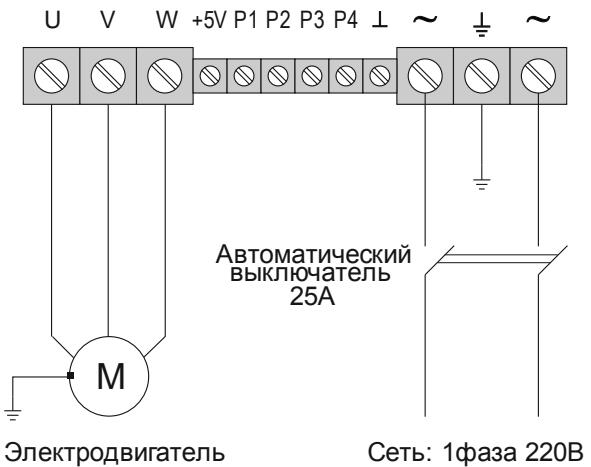

Рис.1 Схема подключения
7.6. Выполните подключение электродвигателя и сетевого питания к ПЧ согласно схеме (рис.1). Для этого используйте медный провод сечением не менее 2кв.мм. Если необходимо подключение внешних органов управления, выполните его по одной из схем приведённых в разделе 5 (программирование параметра C4). Можно использовать любой подходящий кабель с требуемым количеством проводов и сечением не менее 0,12 кв.мм. Хорошо подходит для этих целей компьютерный кабель UTP-8.